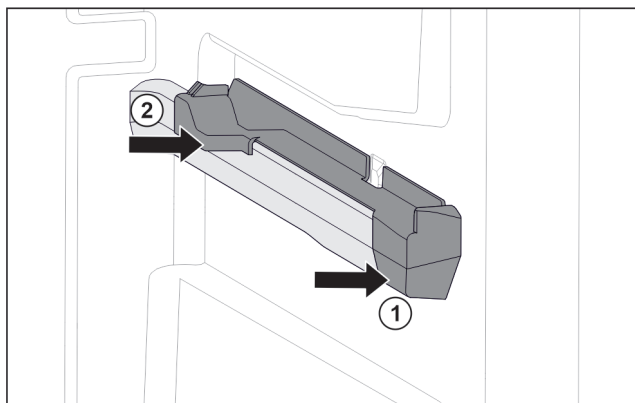

Fig. 97 Elemento inseribile sulla nervatura destra del contenitore
- Posizionare l'elemento inseribile sulla parte anteriore della nervatura del contenitore. Fig. 97 (1)
- Premere l'elemento inseribile sulla parte posteriore. Fig. 97 (2)